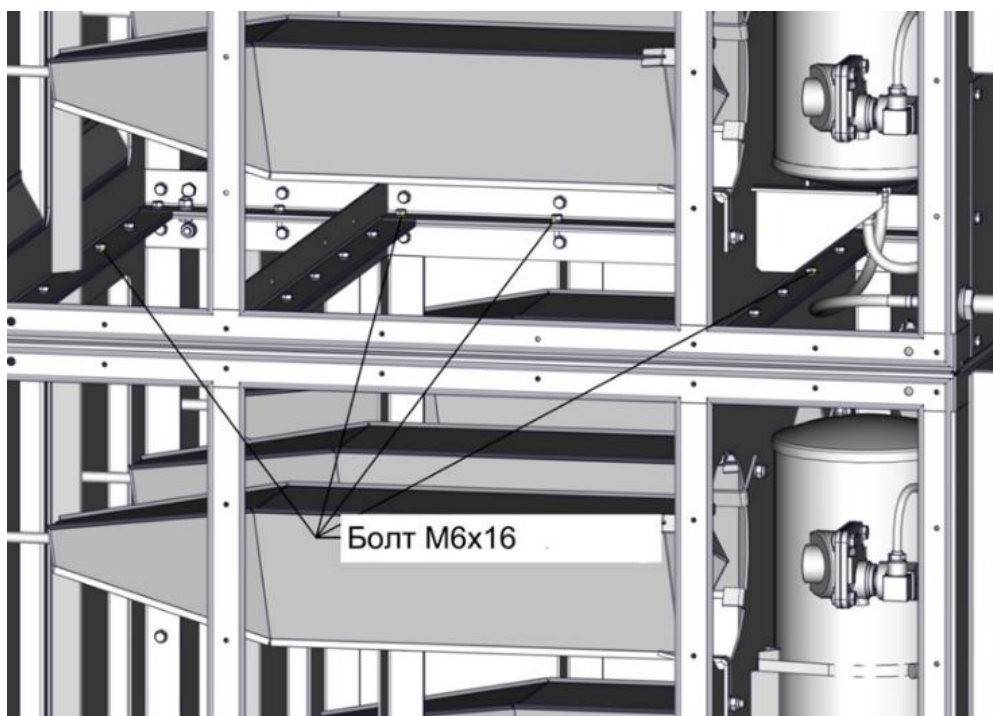

Рисунок 19
5.5.5 Стянуть ярусы между собой, используя болты М6х16 (рисунок 19).